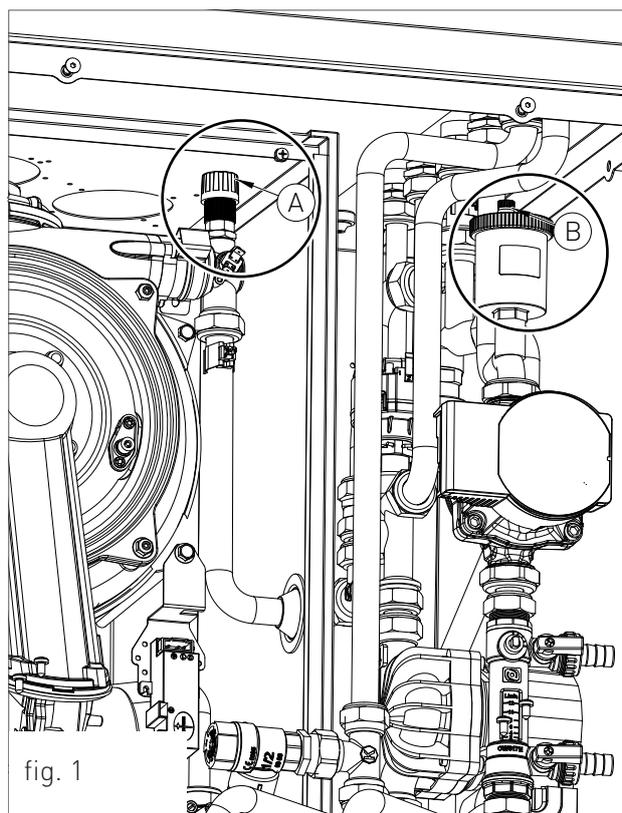

fig. 1
*Assicurarsi che tutta l'aria fuoriesca dall'impianto svitando in senso anti-orario la valvolina posta in alto al blocco a condensazione (A - fig.1) e allentando leggermente il tappo della valvola jolly (B - fig. 1, solo per versioni SOLAR e SOLAR PLUS).*
- › Inserire la sonda dell'analizzatore fumi nell'apposita presa fumi 'PF' (fig. 1), quindi verificare che il valore di CO2 sia conforme a quanto riportato al capitolo "Dati tecnici", in caso contrario svitare la vite di protezione 'A' (fig. 2) e regolare con una chiave a brugola da 4 sulla vite '2' (fig. 2) del regolatore di Off-Set. Per aumentare il valore di CO2 è necessario ruotare la vite in senso orario e viceversa se si vuole diminuire.